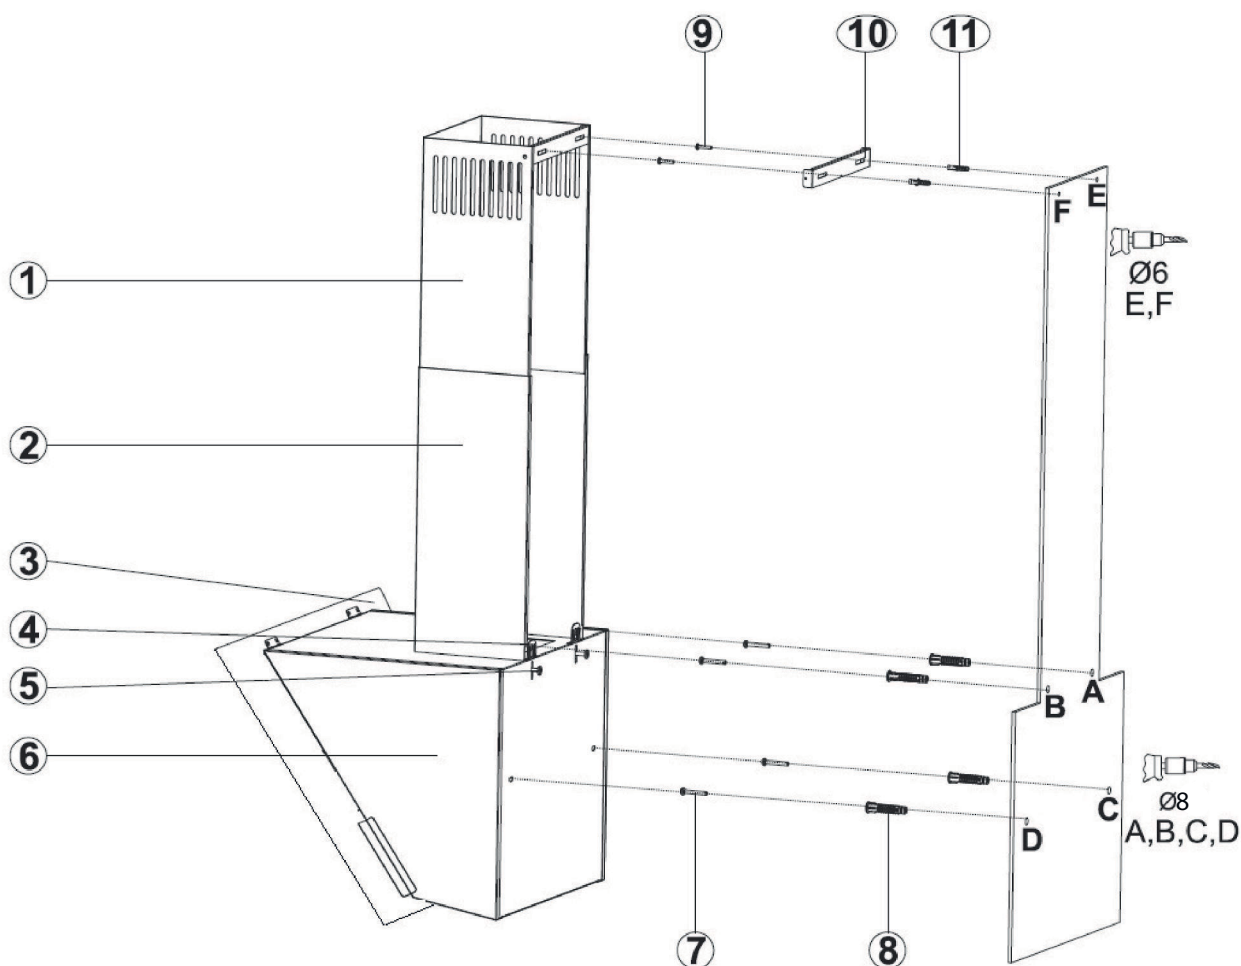

Fig. 10
1. ➤ Lossa skruvarna (5) till upphängningsbeslagen (4) och dra upp upphängningsbeslagen (4). Skruva därefter åt skruvarna för att fästa upphängningsbeslaget (Fig. 10).
2. ➤ Montera fläkten med hjälp av monteringsritningen. Håll monteringsritningen mot väggen vid den rekommenderade installationshöjden. Borra hål i punkterna A, B, C & D (Fig. 10).
3. ➤ Placera Ø10mm pluggar (8) i de borrarade hålen vid A-, B-, C- och D, och skruva i skruvarna till A + B med 5mm mellanrum mellan skruvhuvudet och väggen (Fig. 10).
1. ➤ Håll väggbeslaget för skorstenen (10) mot väggen där den ska placeras. Markeras vid punkterna E & F (Fig. 10).